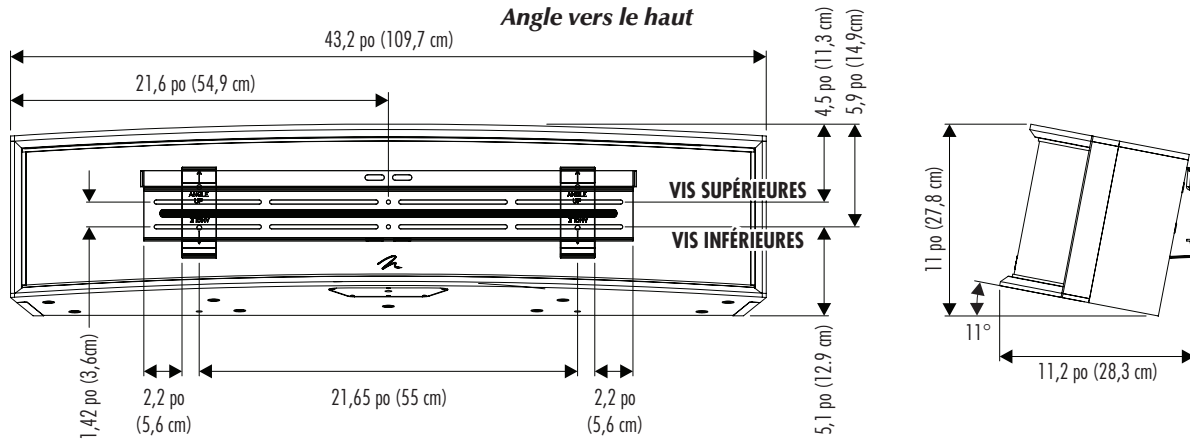

Figure 4
- 10 Comme il est indiqué à la figure 4, installez la courroie de sécurité sur le support mural.